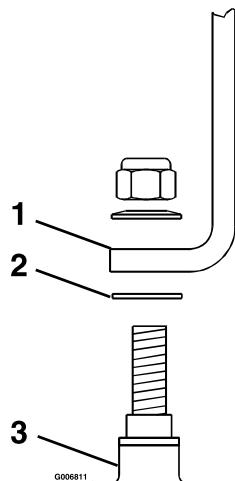

Figura 25
1. Retire la tuerca nyloc de 3/8" y la arandela de muelle del perno situado encima de la transmisión (ver Figura 25).